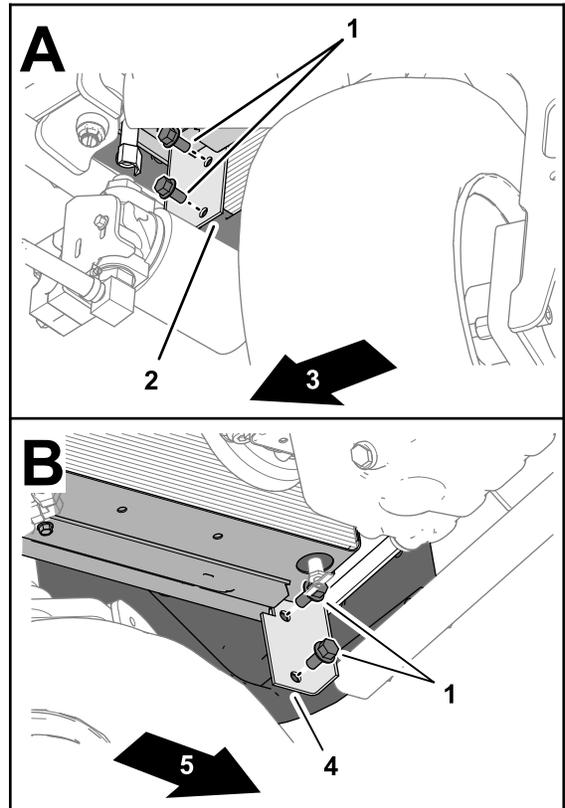

図 20
1. ラジエターの前下角部で、ラジエターのブラケットを機体の後部キャストに固定しているフランジキャップスクリュー $\frac{3}{8}$ x $\frac{3}{4}$ " 2本を外す 図 20。
2. ラジエターの前下角部のもう一ヶ所で、ラジエターのブラケットを機体の後部キャストに固定しているフランジキャップスクリュー $\frac{3}{8}$ x $\frac{3}{4}$ " 2本を外す 図 20。